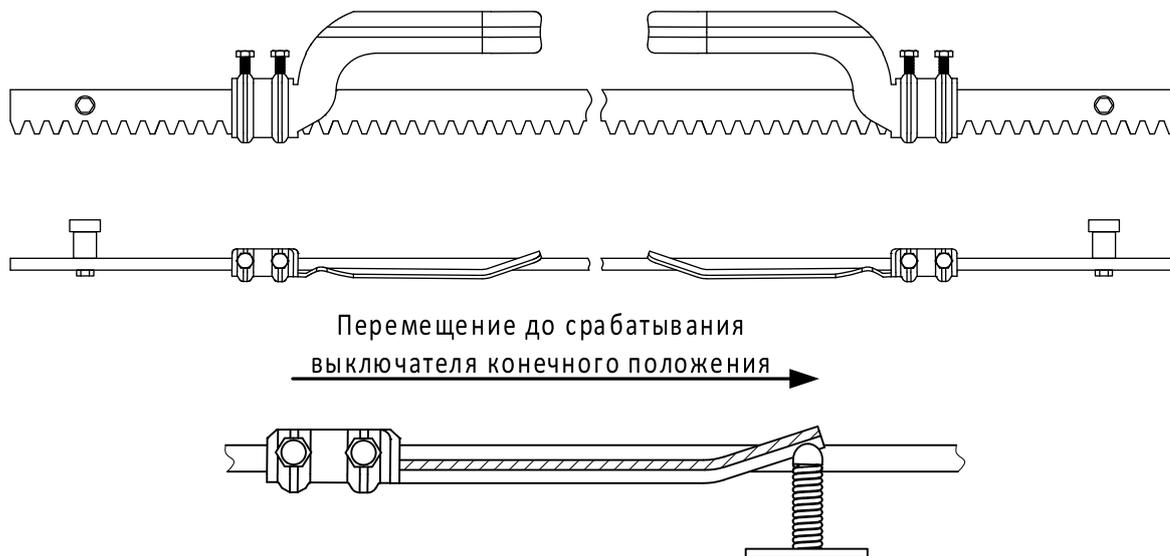

Рисунок 7. Кронштейны конечных положений механического выключателя (ARW-600KIT / ARW-1000KIT)
- для механических выключателей** изогнутая пластина кронштейна нажимала пружинный рычаг привода (Рисунок 7), воздействующий на толкатель электромеханического выключателя, вызывая его срабатывание;
| Рисунок 7 | | | |